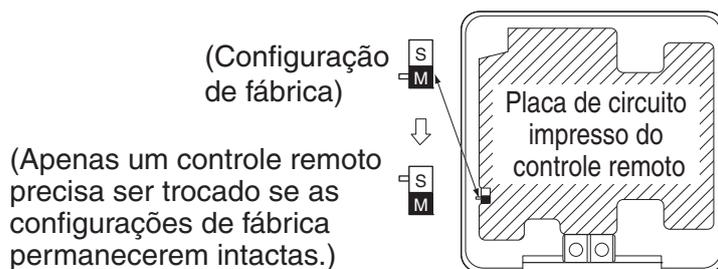

Fig. 31
(2) Ajuste o interruptor **transição principal/secundário** em uma das duas Placas de circuito impresso do controle remoto para “S”. (Deixe o interruptor do outro controle ajustado em “M”.) **(Consulte a Fig. 31)**